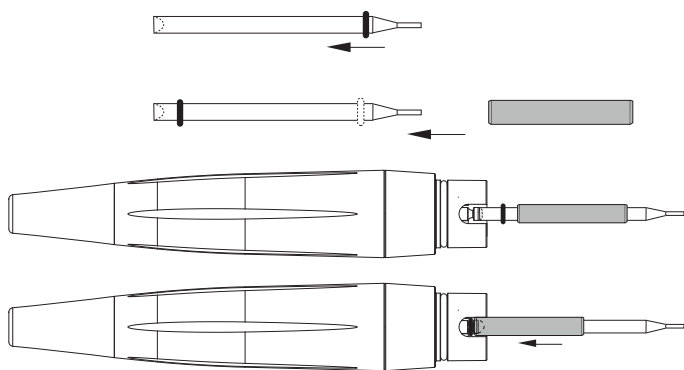

Рис. 6 Техобслуживание наконечника
- Заменяйте уплотнительное кольцо круглого сечения, когда оно повреждено или изношено, однако как минимум один раз в год. Уплотнительное кольцо круглого сечения находится внутри задней части. Для замены используйте черный набор инструментов (см. **рис. 6**).